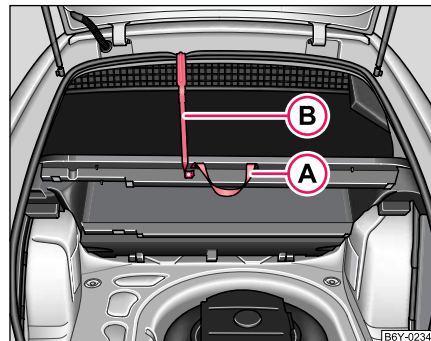

Fig. 173 Sujetar el suelo del compartimento de carga con ganchos de plástico
- Levantar el suelo del compartimento de carga por el asidero ① y, con el gancho de plástico ② (se encuentra debajo del suelo del compartimento de carga), sujetarlo al marco del portón trasero ⇒ fig. 173. ■